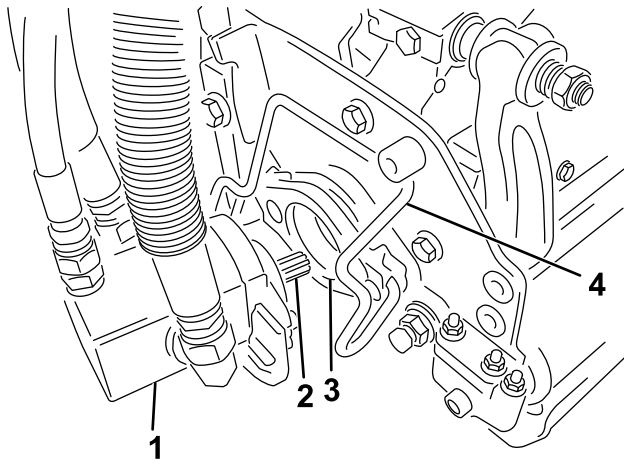

图31
5. 在滚刀组马达的花键轴上涂抹干净的润滑脂图31。
6. 将马达插入滚刀组左侧从操作员的位置看并将滚刀组上的马达固定架拉向马达直到听见马达两侧发出“咔哒”的声音图31。